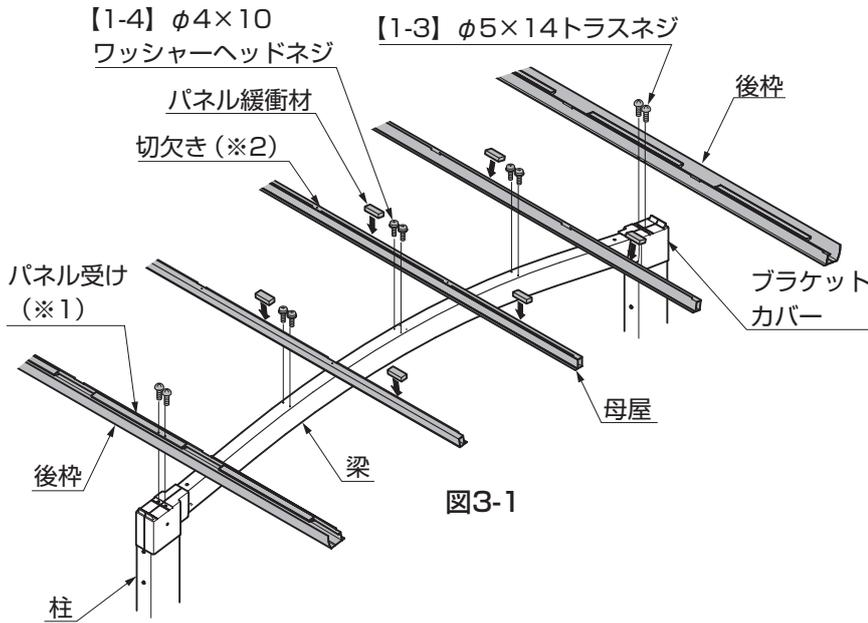
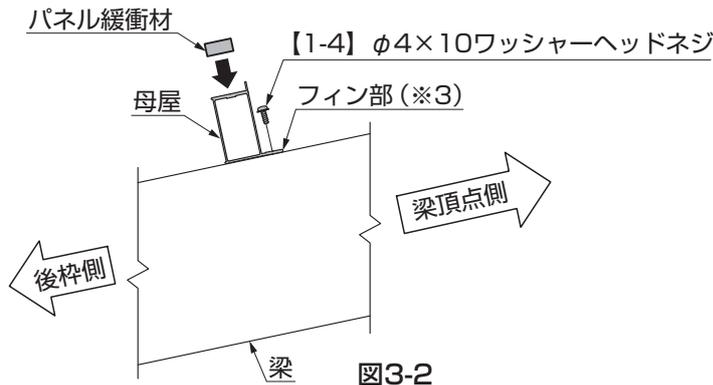

図3-1
図3-2
①後枠をブラケットカバーに【1-3】で取付けてください。(図3-1参照)
②パネル緩衝材を母屋の切欠きと切欠き(※2)の間に貼付けてください。(図3-1、図3-2参照)
③梁の頂点に母屋のフィン部(※3)が向くように母屋を梁に【1-4】で取付けてください。(図3-1、図3-2参照)